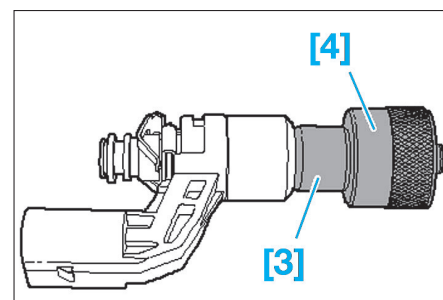

Fig. 43
- [3]. Douille d'écartement (réf. T10133/11) (Fig.43)
- [4]. Douille de calibrage (réf. T10133/7) (Fig.43)
- Retirer l'ensemble cône et douille et installer la douille d'écartement [3] sur le corps de l'injecteur (Fig.43).